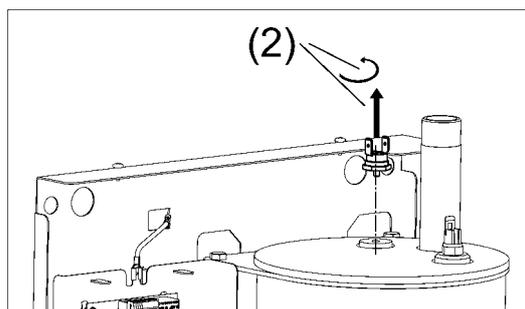

Рисунок 10. Замена аварийного самовозвратного термовыключателя
- (1) Отсоедините наконечники жгута управления от аварийного самовозвратного термовыключателя.
- (2) Выверните аварийный самовозвратный термовыключатель (см. рис. 10).
- (3) Вверните новый аварийный самовозвратный термовыключатель.
- (4) Подсоедините наконечники жгута управления.
- (5) Проверьте надёжность контактов электрического соединения.